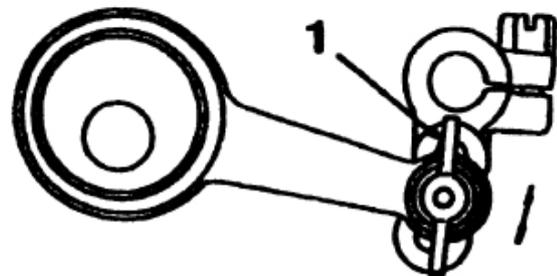

Fig.11
13. Réglage de l'élévation du pied entraîneur : (Fig.11) _____	- 6 -
13. Réglage de l'élévation du pied entraîneur : (Fig.11)